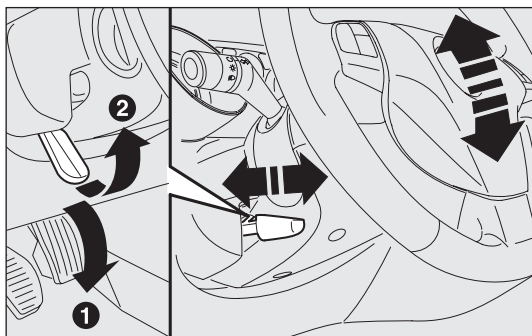

fig. 24
- ☐ sbloccare la leva A-fig. 24 spingendola in avanti (posizione 1);